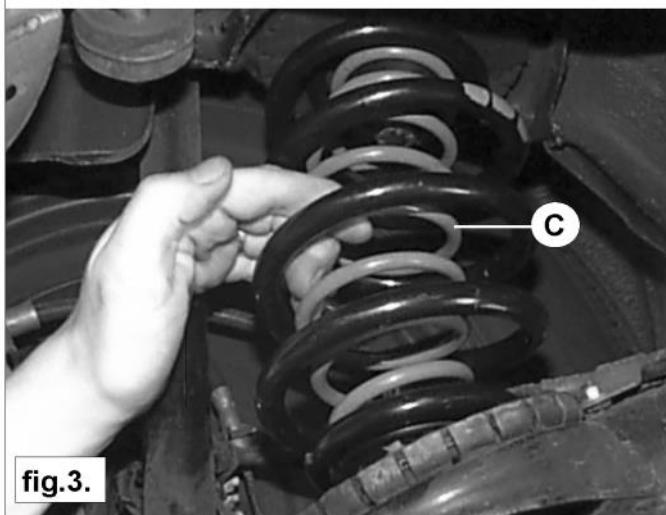

fig.3.
12. Pull the auxiliary spring **C** slightly backwards until spring seat **B** centers in the hole in suspension arm. See fig.3 and 4.
12. Ziehen Sie die Niveaufeder **C** zum Heck des Fahrzeuges, bis der Federteller **B** in der Öffnung des Tragarms zentriert sitzt. Siehe Bild 3 und 4.